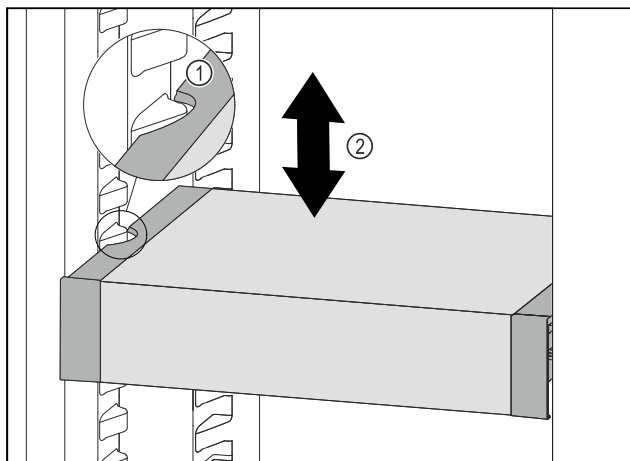

Fig. 105
- ▶ Tirer le VarioSafe vers l'avant jusqu'à ce que les encoches latérales du VarioSafe soient à la hauteur de la nervure du bac dans la partie réfrigérateur. Fig. 105 (1)
- ▶ Déplacer le VarioSafe vers le haut ou vers le bas dans la partie réfrigérateur jusqu'à ce que la hauteur souhaitée soit atteinte. Fig. 105 (2)